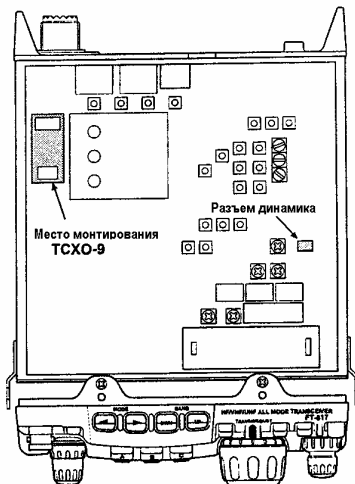

Рис.3
- С помощью рис. 3 найти установленную на заводе REF UNIT (опорную единицу) на плате. Удалить с платы установленную на заводе опорную единицу REF UNIT, затем установить **ТСХО-9** так, чтобы его разъемы были на одной линии с монтажными штырями платы и поставить его на место.